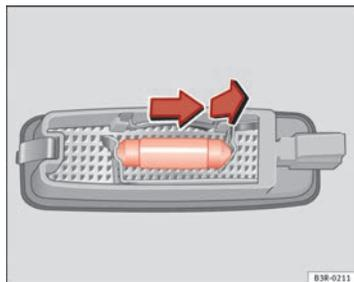

Fig. 230 Desmontaje luz del parabol
- Retire la lámpara, moviéndola en el sentido de la flecha y hacia afuera ⇒ fig. 230.